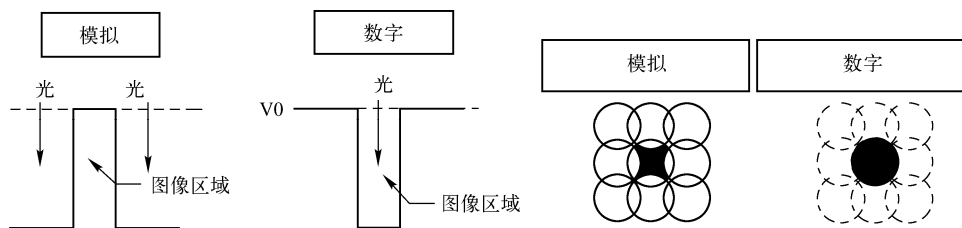

图 4-13 模拟、数码形成静电潜像原理图
**模拟：**（如图 4-13 所示）明区曝光，图像区域（暗区）成像。经过原稿反射来的光中和感光鼓表面电位，明区曝光，图像区域（暗区）形成静电潜像。光强度越高，图像区域的图像浓度越浅。